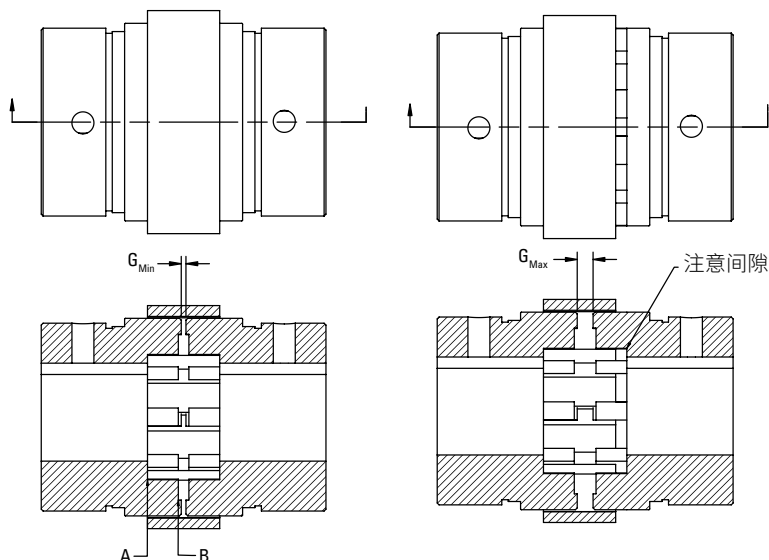

图 2. 正确的轴与轮毂安装
4. 安装第一个轮毂。安装之后，轴端应该与“A”表面平齐，如图 2 所示。轴伸过“A”亦可接受，但不得超过轮毂齿，如 图所示“B”。
为了实现最大扭矩,轴必须穿入齿根底面(即图 2“A”面),轮毂间隙必须设为 G_{min} 。